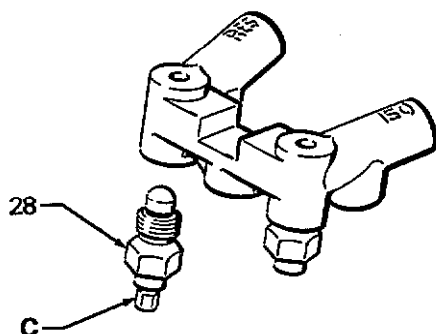

Fig 19
1. Abrir completamente las válvulas de aguja (C), alrededor de 3 vueltas 1/2.
2. Con una llave (A) desatornillar el cuerpo de la válvula (28). Ver fig. 19.